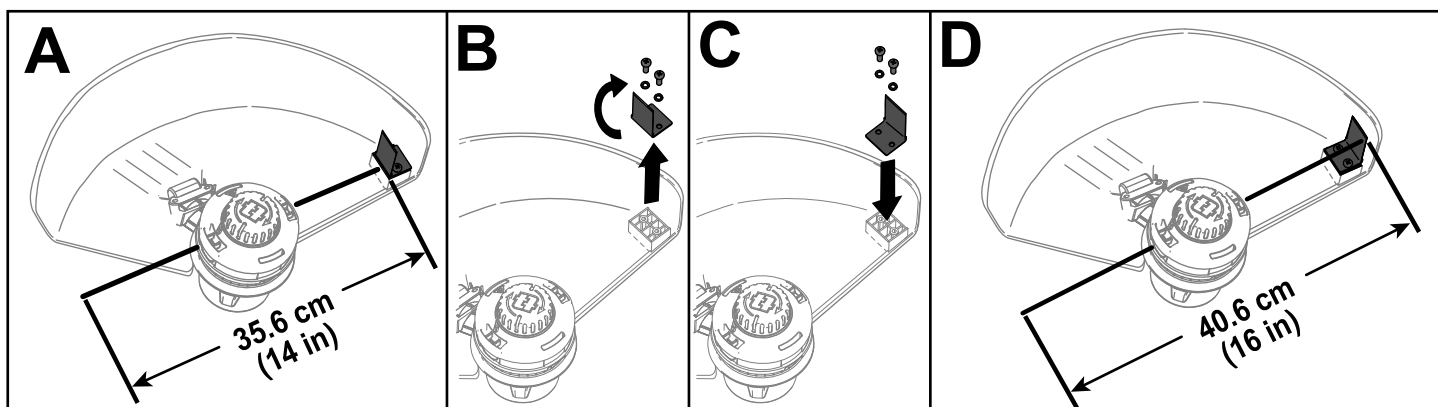

Figura 11
Il decespugliatore è dotato di fabbrica di una falciata di 36,6 cm, come illustrato in A della Figura 11. Fate riferimento alle seguenti istruzioni per regolare la falciata a 40,6 cm, come illustrato in D della Figura 11.
1. Rimuovete la lama di falciatura dalla parte inferiore della protezione, rimuovendo le 2 viti che la fissano in posizione utilizzando la chiave a brugola in dotazione (B della Figura 11) e ruotate la lama di falciatura di 180°.
2. Una volta ruotata la lama di falciatura, montatela sulla protezione utilizzando le 2 viti rimosse in precedenza (C della Figura 11).